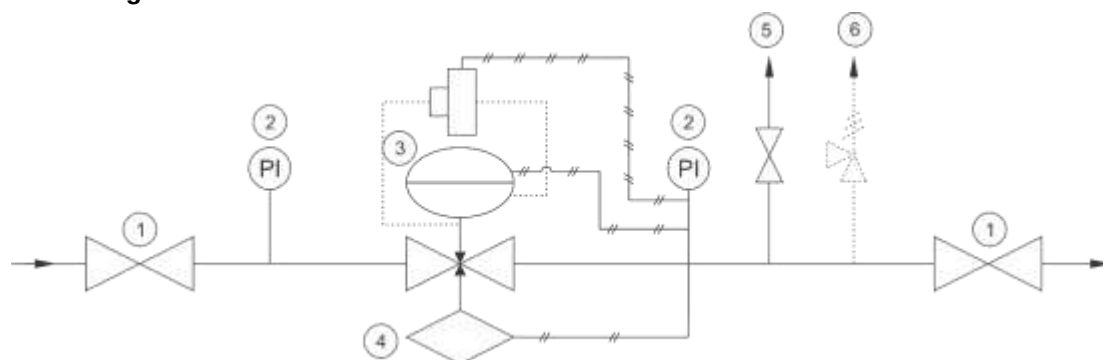

fig. 7
* La válvula de alivio (6 en fig. 7) es una seguridad previa al evento de bloqueo del sistema por la válvula de bloqueo de seguridad (4 en fig. 7), está prevista para liberar una pequeña cantidad de gas aliviando la presión aguas abajo ante eventos bruscos de cierre o expansión del gas por exceso de temperatura, se setea para que actúe previa al bloqueo de seguridad.
1. Cierre la válvula aislante aguas abajo en caso de existir, Recuerde anular la válvula de alivio en caso de existir y proteger cualquier elemento que se pudiese ver afectado por el aumento de presión. (ver fig. 7)
7. Abra la válvula de bloqueo (4 en fig. 7) tirando del Reset MUY LENTAMENTE (para evitar presiones excesivas).